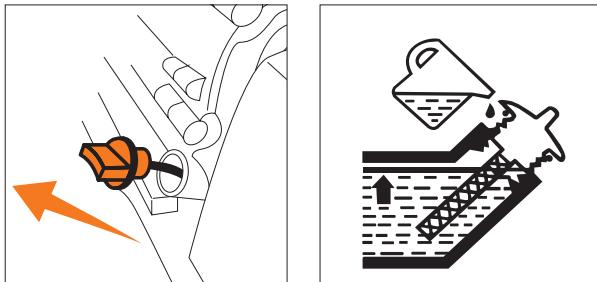

Рис. 19
- Отверните крышку маслоналивной горловины (Рис. 19) из картера двигателя, достаньте щуп.
- Если уровень масла меньше нижней линии (L) на щупе, долейте масло до верхней линии (H) в картер двигателя через маслозаливную горловину.